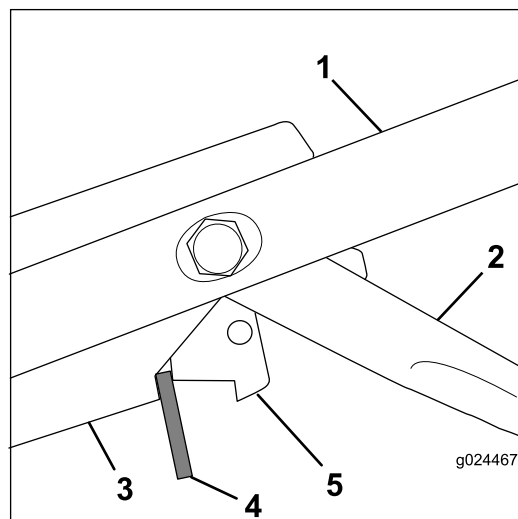

Figura 28
3. Inserte un espaciador de 8 mm entre la palanca de control del freno de la cuchilla y el soporte de los controles del manillar (Figura 28).